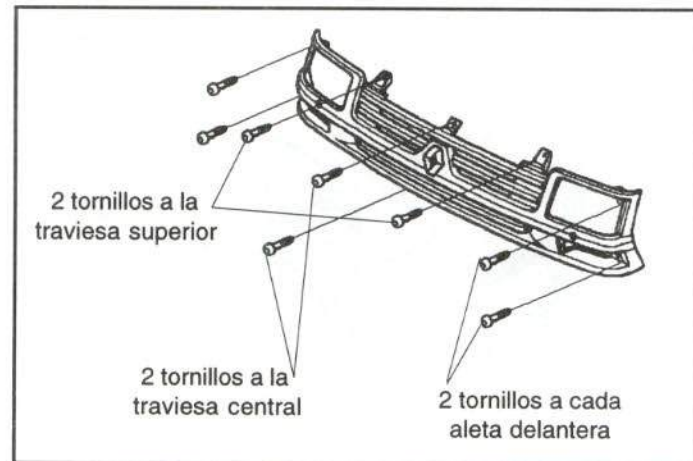

Figura 15.- Unión de la rejilla frontal.
La rejilla frontal va fijada mediante tornillos, cuyo número y distribución se muestra en la figura 15.
- Rejilla frontal (figura 15)